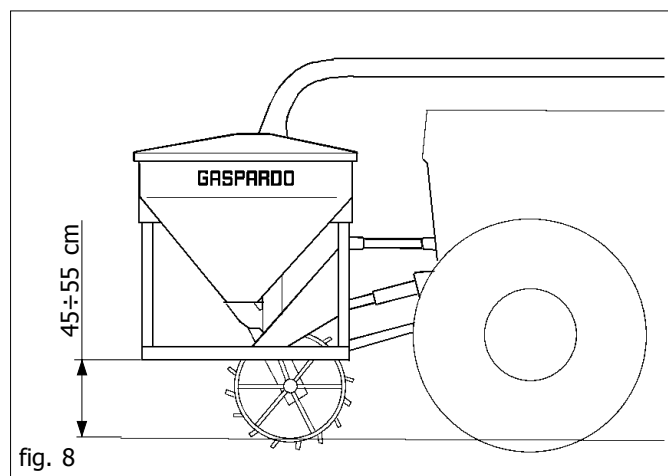

fig. 8
- 9) Das Frontanbaugerät anheben und die Stützfüße abnehmen. Das Antriebsrad muß sich einwandfrei drehen können, hierzu die Höhe des Anbaugeräts bei Arbeitsstellung einstellen (45 bis 55 cm, Abb. 8). Diese Einstellung muß während des gesamten Sävorgangs konstant beibehalten werden.